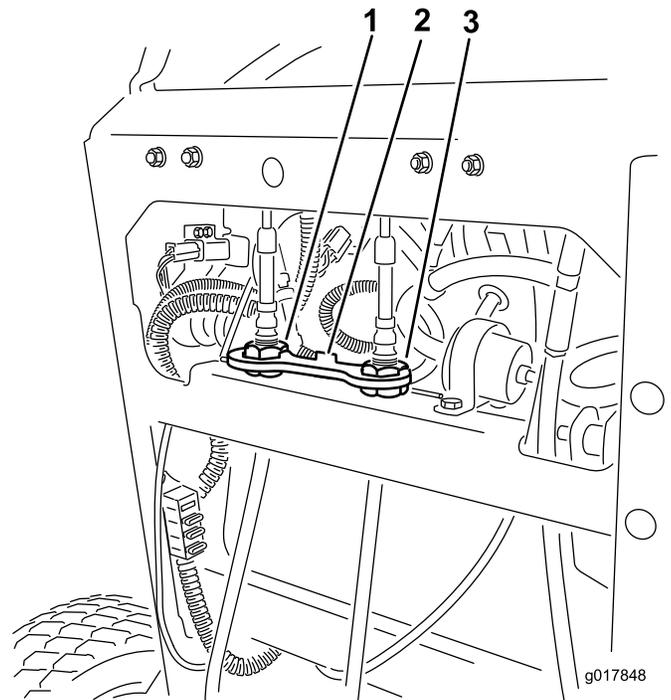

Bild 55
4. Heben Sie das Kabelschloss an und nehmen es ab, mit dem die Kabeleinstellmutter befestigt sind (Bild 55).
5. Drehen Sie die rechte Kabeleinstellung so, dass der rechte Fahrtriebshebel in der Mittel des Arretierungsschlitzes für Neutral am Armaturenbrett ist (Bild 55).
10. Setzen Sie das Kabelschloss in die Kabeleinstellmuttern ein, um die Einstellung zu arretieren (Bild 55).